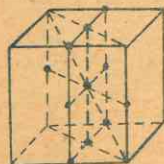

Fig. 34. - Cubo
- I. — Sistema cúbico: cubo (fig. 34):